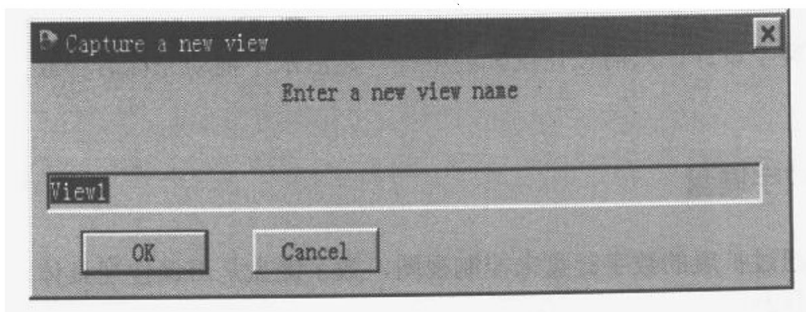

图 1-4 给捕捉的新视图命名
- (4) 在如图 1-4 所示的新视图对话框中给视图命名并单击 OK。